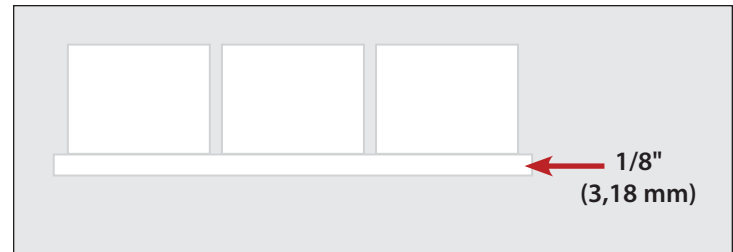

Figure 1. Le pont de glace maintient les glaçons ensemble.
- Observez au moins trois cycles pour vérifier que l'épaisseur de pont de glace est correcte, (environ 3,18 mm (1/8") ; voir fig. 1). Pour l'épaisseur de pont, voir « Réglage de l'épaisseur de glace » (page 61).